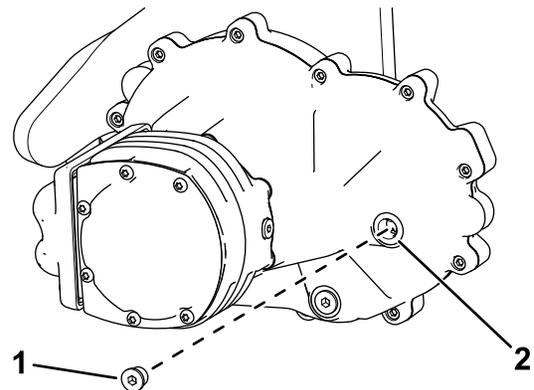

Bild 12
1. Entfernen Sie das in Bild 12 dargestellte Anschlussstück der Füllöffnung.
3. Setzen Sie das Anschlussstück wieder in die Füllöffnung ein (Bild 12).